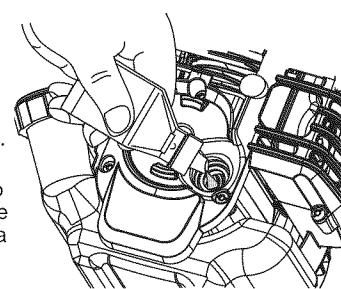

Fig. 4
- Vierta todo el contenido de la botella de aceite en el cigüeñal (Fig. 4).